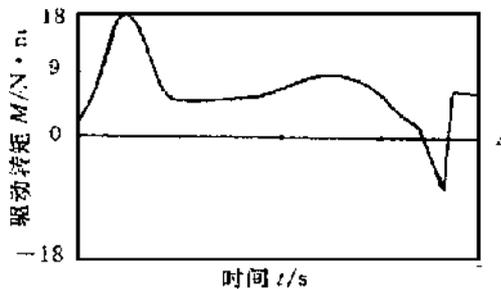

图2 驱动转矩计算结果
以 PUMA760 为例,我们对其进行了动态计算和研究实验。组件的每次运动都由高速摄像机记录,加工后可获得相应的角加速度。将动臂的工作位置从垂直更改为水平。将测得的电枢电流转换为扭矩偏移,相应的扭矩为 7.1 Nm /A。图 2 显示了时间。①此处使用的振动可通过动态控制系统的配置获得。机器人的几何和物理参数以及高速射击的结果被上述程序所替代,并且 Torkuran 根据动态得到了解决,如图 2 所示。②显然,计算结果与实验结果的平均值相对应。